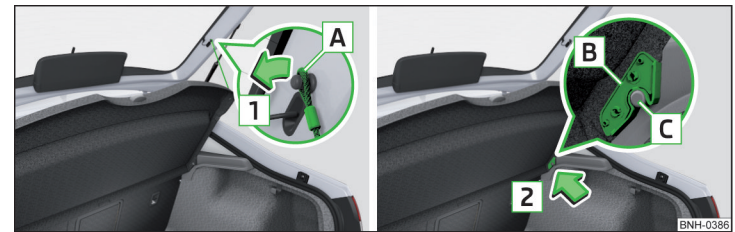

Abb. 78 Gepäckraumabdeckung ausbauen
➤ Die Haltebänder **A** von der Klappe in Pfeilrichtung **1** aushängen » Abb. 78. ➤
- Die Aufnahmen **B** an der Abdeckung über die Bolzen **C** an der Seitenverkleidung stellen » Abb. 78.
- Die Aufnahmen **B** an der Abdeckung müssen vollständig an den Bolzen **C** an der Seitenverkleidung anliegen » Abb. 78.
Sind die Haltebänder **A** » Abb. 78 an der Gepäckraumklappe eingehängt, dann wird beim Öffnen der Gepäckraumklappe die Gepäckraumabdeckung mit angehoben.